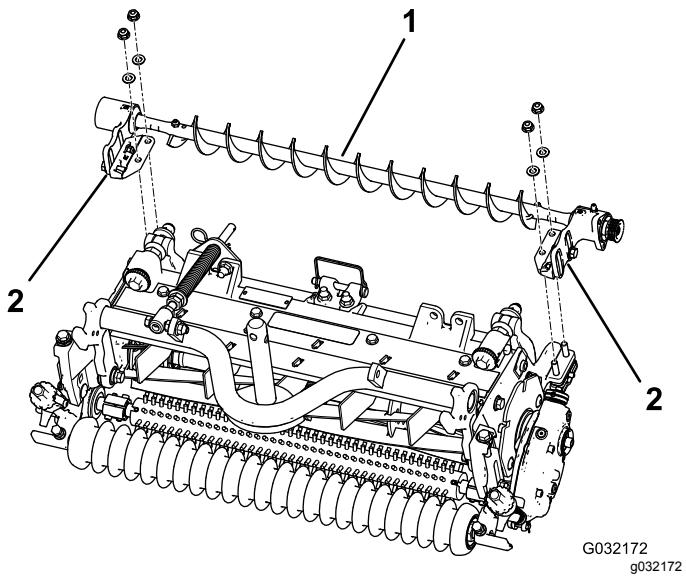

図4
- 左または右ローラブラシアセンブリ取り付けブラケットを、ローラブラケットボルトにセットする**図4**。